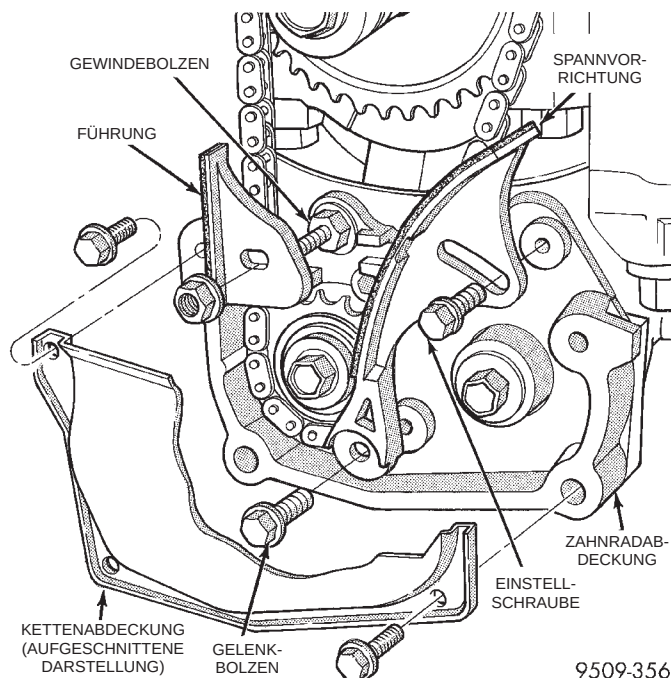

Abb. 34 Kettenabdeckung, Führung und Spannvorrichtung
- (1) Kettenabdeckung, Führung und Spannvorrichtung demontieren (Abb. 34). Siehe außerdem Ausbau/
- (2) Gewindebolzen der Zahnradabdeckung demonstrieren (als Schraubenbolzen ausgeführt, befestigt auch die Kettenführung). Abdeckung und Ausgleichswellenzahnrad abnehmen (Abb. 34).
- (3) Befestigungsschrauben des Ausgleichswellenzahnrad und des Kettenrads sowie des Kurbelwel-